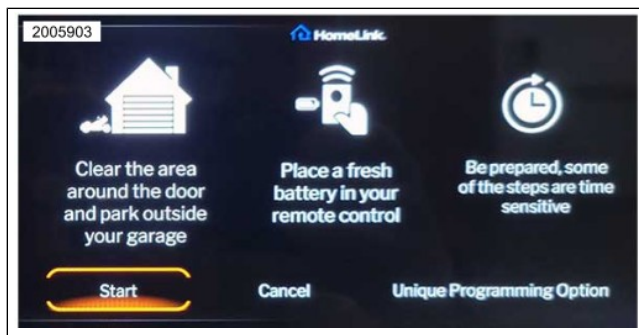

Abbildung 62. Anweisungen zum D-Modus
2. Siehe Abbildung 62. Klicken Sie auf „Start“ und folgen Sie den Anweisungen auf dem Bildschirm.